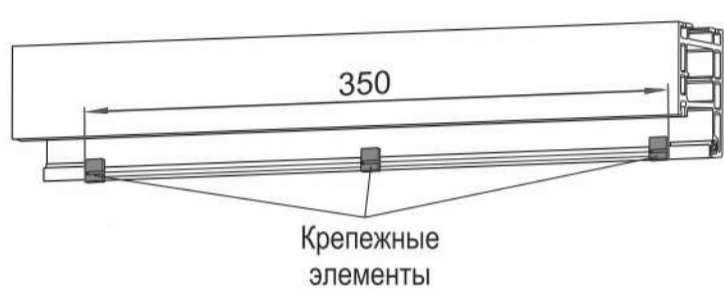

рис. 3
2. В месте установки козырька удалить фрагмент штатного уплотнителя на раме длиной 350 мм. Установить крепежные элементы из комплекта (рис. 3).